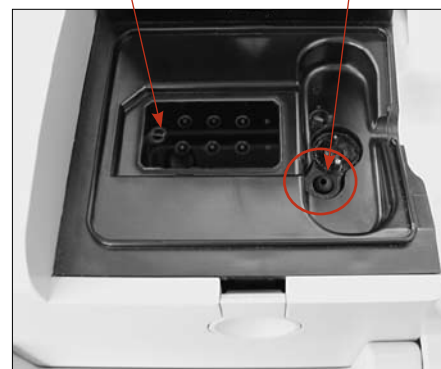

Figure I-5 : Intérieur de la chambre de mesure
7. Ouvrez le couvercle de la SMC. Retirez la garniture noire de l'orifice d'entrée/de sortie des gaz (Figure I-5) en les tirant vers le haut à l'aide de pincettes ou pinces brucelles. Jetez la garniture usagée.